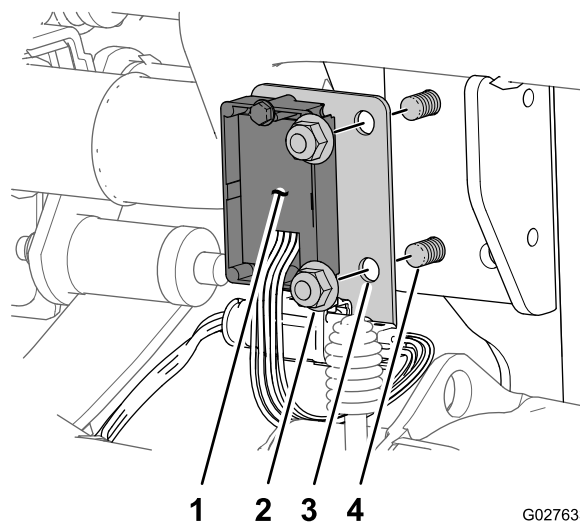

Figura 8
3. Alinhe os furos no suporte do controlador do relé e montagem da cablagem do adaptador sobre os dois parafusos que apertam o suporte do diferencial à montagem do diferencial (Figura 8).
4. Monte o suporte no suporte e monte com os parafusos e porcas de bloqueio flangeadas (Figura 8).